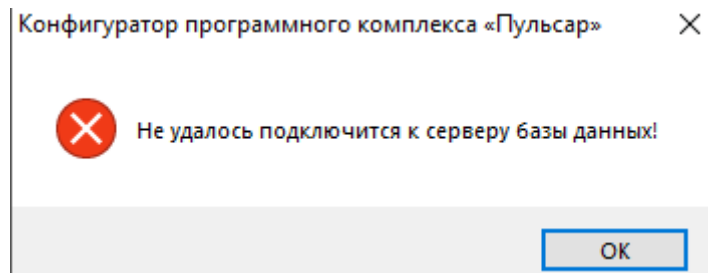

Рисунок 182. Ошибка. «Не удается подключиться к базе данных!»
7. Не удастся подключиться к базе данных, рисунок 182.